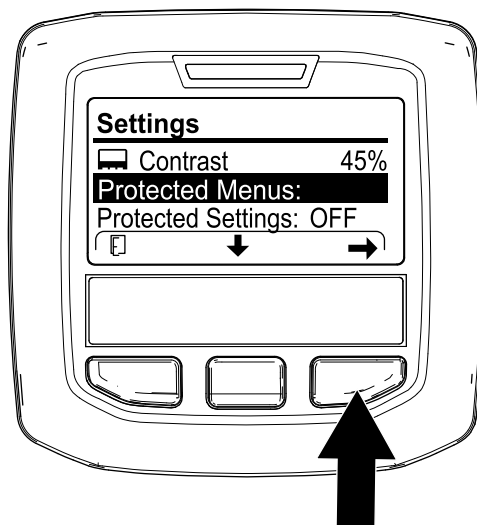

Figura 123
4. Apăsai butonul central InfoCenter până când este selectată opțiunea PROTECTED MENUS (Meniuri protejate) (Figura 123), apăsai butonul din dreapta i introduceți codul PIN din 4 cifre (de exemplu, 1 2 3 4).